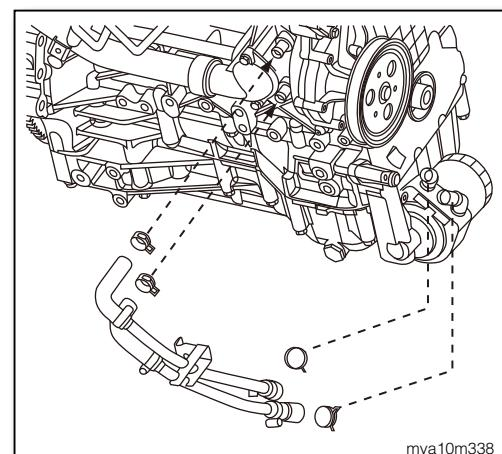

图9
5. 将机油冷却液管总成软管套入缸体接头及机油冷却器上，并以管夹固定(如图9)。